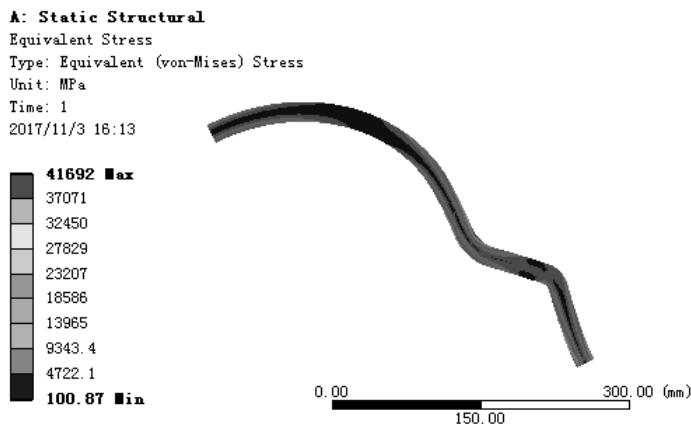

图 7.5.52 应力结果图解
(1) 求解分析。在顶部工具栏中单击  **Solve** 按钮求解分析。
(2) 查看应力结果图解。在“Outline”窗口中选中  **Equivalent Stress**，查看图 7.5.52 所示的总应力结果，其最小应力为 100.87MPa，最大应力为 41692MPa。